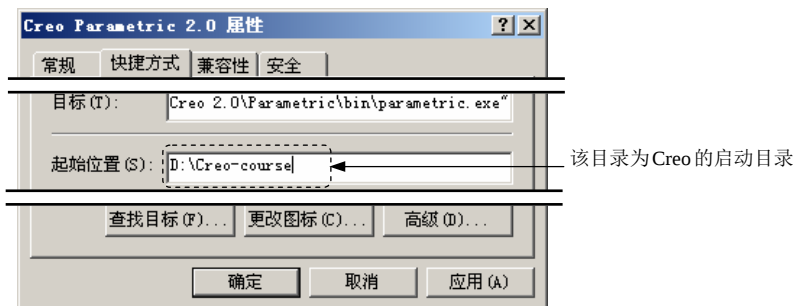

图 3.7.2 “Creo Parametric 2.0 属性”对话框
(1) 右击桌面上的 Creo 图标，在弹出的快捷菜单中选择 **属性(R)** 命令。
(2) 图 3.7.2 所示的“Creo Parametric 2.0 属性”对话框被打开，单击该对话框的 **快捷方式** 选项卡，然后在 **起始位置(S):** 文本框中输入 D:\Creo-course，并单击 **确定** 按钮。